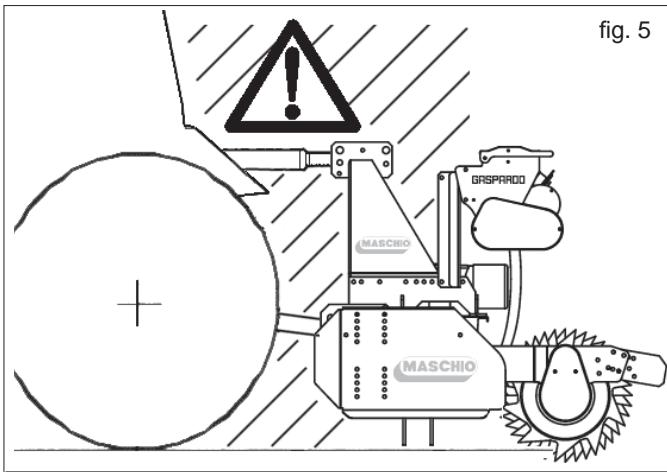

fig. 5
- 25) È assolutamente vietato interporsi fra il trattore e l'attacco per manovrare il comando dall'esterno per il sollevamento (Fig. 5).
- 26) È assolutamente vietato interporsi tra il trattore e l'attrezzatura (Fig. 5) con motore acceso nonché senza aver azionato il freno di stazionamento ed aver inserito, sotto le ruote, un ceppo di bloccaggio di adeguate dimensioni.